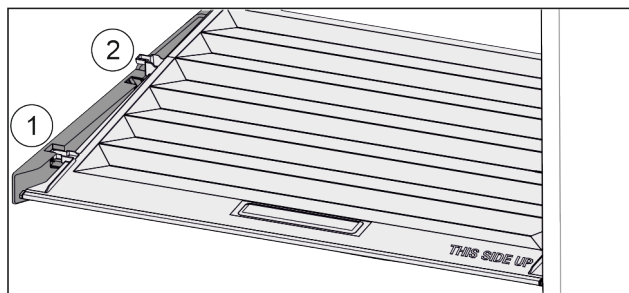

Fig. 54
- ▶ Pokrov povlecite naprej Fig. 54 (1) do odprtine v držalnih delih.
- ▶ Zadaj ga od spodaj dvignite in odstranite Fig. 54 (2) navzgor.